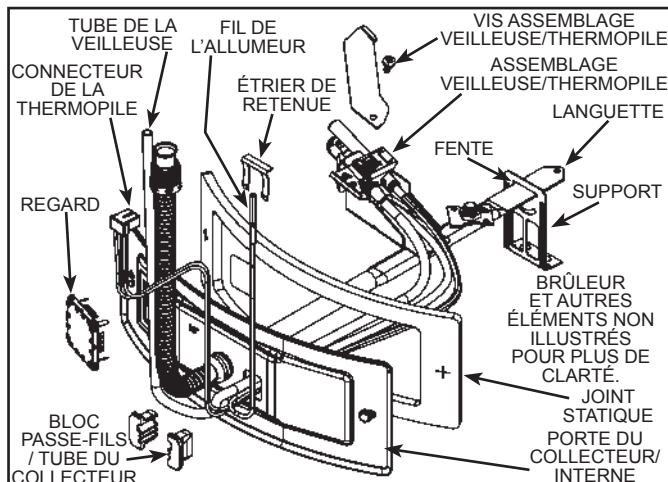
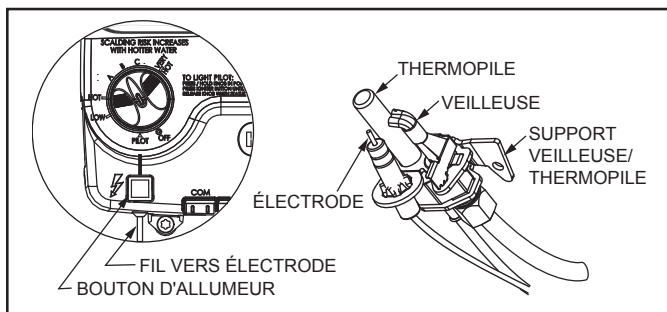

Figure 35
Figure 38
3. Retirez la vis retenant l'assemblage de la veilleuse/thermopile au support de la veilleuse et conservez-la afin de pouvoir la réutiliser (voir Figure 35 et Figure 38).
4. À l'aide d'un tournevis plat, soulevez vers le haut les languettes de retenue situées à l'arrière du bloc passe-fils du collecteur, puis retirez le bloc passe-fils du collecteur de la porte du collecteur (voir Figure 35).
7. Insérez le nouveau tube de la veilleuse, le fil de l'allumeur et la thermopile dans l'ouverture de la porte du collecteur (voir Figure 35).
1. Vérifiez l'état du joint d'étanchéité avant d'entreprendre l'installation. Il ne doit pas être endommagé ni comporter de résidus à sa surface (voir Figure 35).
2. Assurez-vous que le regard est en bon état. Au besoin, remplacez-le (voir Figure 35).
3. Insérez le nouvel assemblage du collecteur/brûleur à l'intérieur de la chambre de combustion, en vous assurant d'insérer la languette du collecteur dans la rainure de support située dans la chambre de combustion (voir Figure 35).
4. Inspectez le joint d'étanchéité et assurez-vous de l'absence d'isolant en fibre de verre entre le joint d'étanchéité et la chambre de combustion (voir Figure 35).
Le système d'allumage piézoélectrique est composé d'un bouton d'allumage, d'une électrode et d'un fil. Une étincelle est produite lorsque l'on pousse sur le bouton de l'allumeur, ce qui entraîne l'allumage de la veilleuse (voir Figure 38).